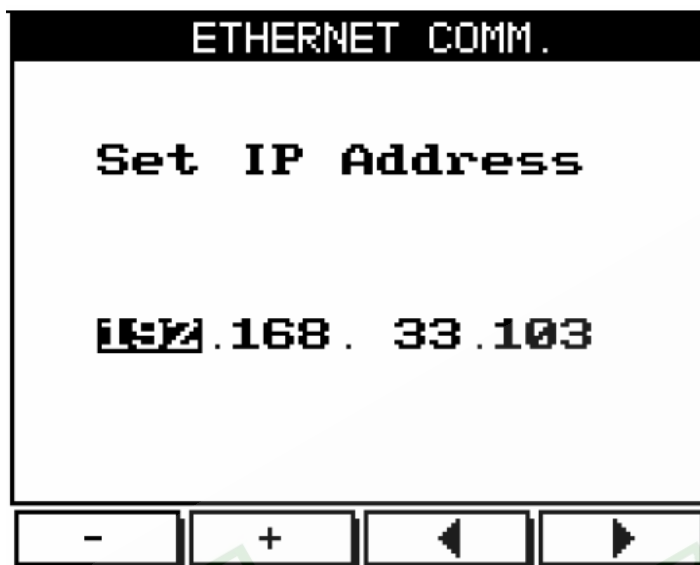

Рис. 43
2. Нажмите «Enter». На дисплее отобразится экран установки IP-адреса сети Ethernet (рис. 43):